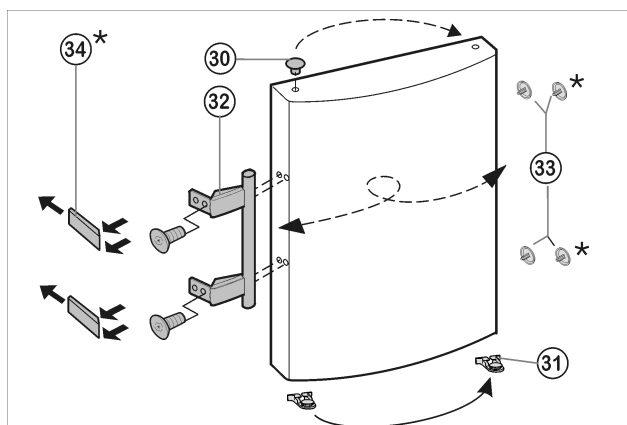

Fig. 8
- ▶ Enlever le bouchon Fig. 8 (30) du coussinet de la porte et le permuter de l'autre côté.
- ▶ Démontez la poignée de porte Fig. 8 (32), les bouchons Fig. 8 (33) et les plaques d'appui\* Fig. 8 (34) et les permuter sur le côté opposé.